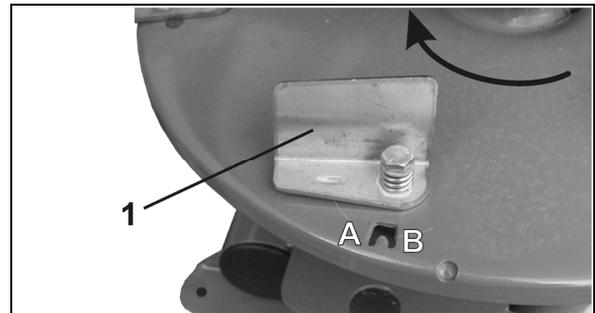
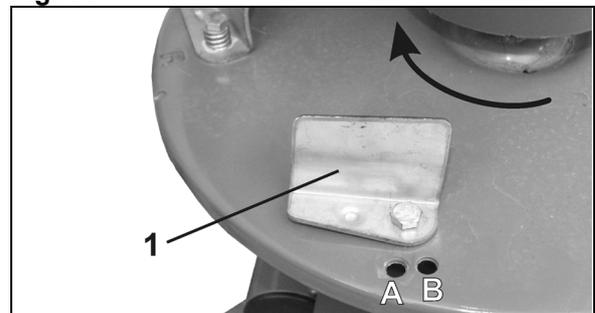

Fig. 14
Fig. 15
Die Streuschaufeln können in zwei Positionen eingestellt werden (Fig. 14, Fig. 15).
- Drei Streuschaufeln mit Druckfeder zur Handverstellung (Fig. 14/1).
1. Schraubverbindung (Fig. 15/1) der 3 Streuschaufeln mit Verstellung lösen.